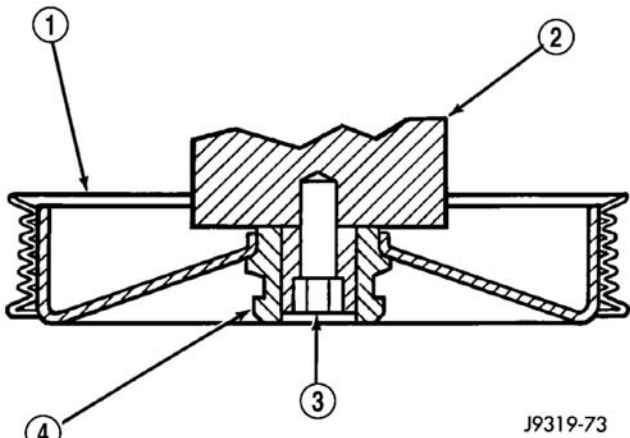

图 16 皮带轮至泵轴的位置
- （3）安装皮带轮，直到它与动力转向泵轴的末端齐平（图 16）。